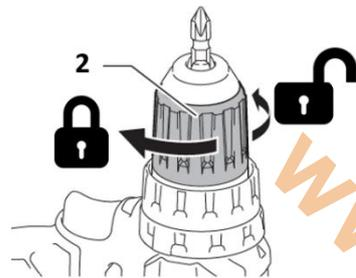

РИСУНОК 2.1.2. Установка оснастки.
1. Поверните втулку патрона «2» (рисунок 2.1.2) против часовой стрелки для открытия зажимных кулачков настолько, чтобы можно было вставить оснастку.
2. Вставьте оснастку в патрон как можно глубже. Поверните втулку патрона «2» (рисунок 2.1.2) по часовой стрелке для затяжки патрона.
3. Для снятия биты, поверните втулку «2» (рисунок 2.1.2) против часовой стрелки.